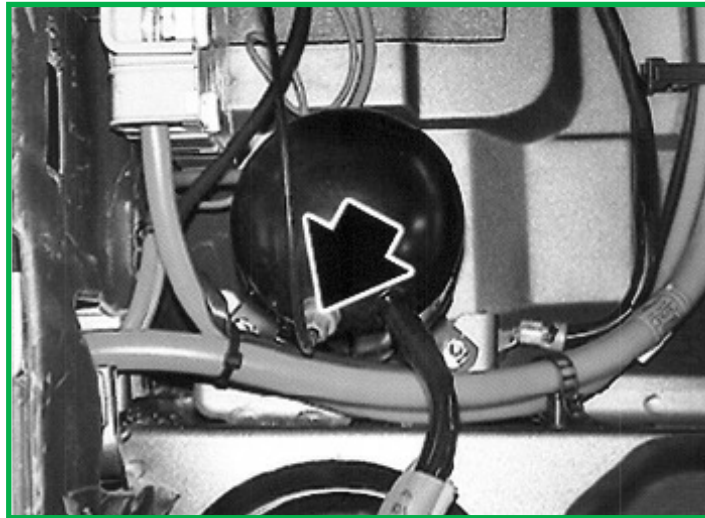

FIGURA 3
5. Afloje cuidadosamente la fijación neumática para desinflar el muelle neumático. (Figura 3)